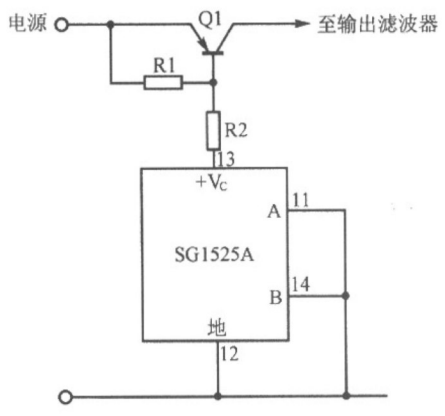

图 11
- 在单端电源中，驱动电路输出端应接地。V_c 端通过图腾柱输出晶体管接地，见图 11。